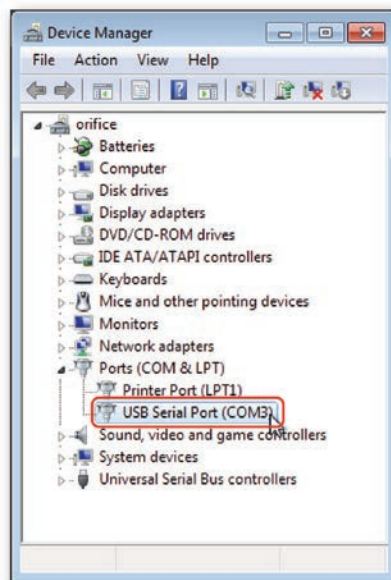

Рис. 3: Номер COM-порта
5. Прочитайте номер COM-порта в настройках вашего компьютера (в Device Manager [Менеджер устройств]), рис. 3.